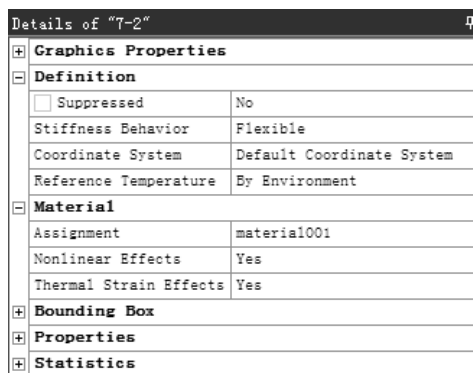

图 2.2.12 设置材料属性
(2) 然后在图 2.2.12 所示的“Details of ‘7-2’”窗口中单击 **Structural Steel** 后的按钮，在弹出的下拉列表中选择 **material001** 选项。